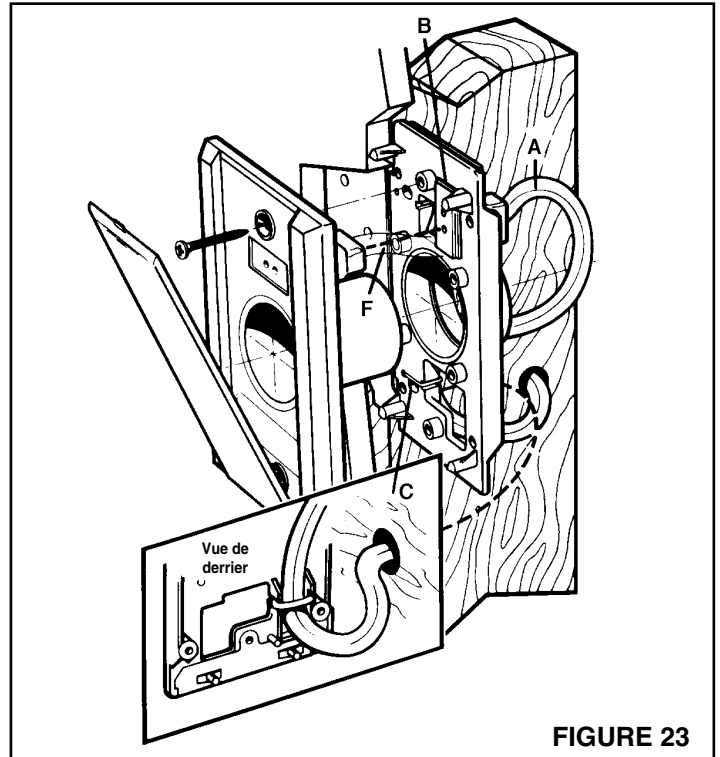
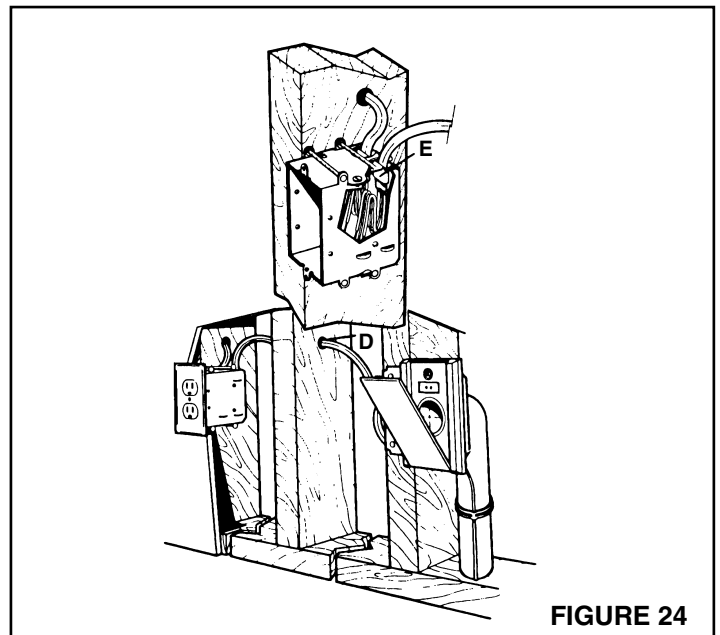

FIGURE 23
FIGURE 24
1. Voyez la figure 23. Attachez la plaque de montage à un montant à une distance maximum de trois montants (1,22 m) d'un coffret de sortie électrique. Mesurez et marquez le câble à 25,4 cm de la prise (A). Avancez le câble à travers le trou du haut de la plaque de montage juste au-dessus de l'ouverture circulaire. Enclenchez la prise moulée dans la plaque de montage comme illustré (B). Ceci le fixera en place et en sûreté durant le montage des cloisons et les finitions. Alignez le câble sur la marque de 25,4 cm auparavant mesurée avec le réducteur de tension situé à l'arrière de la plaque de montage. Fixez-le avec le lien fourni (C).
2. Faites passer le câble de la prise jusqu'au coffret électrique adjacent. Si vous devez faire passer le câble à travers le montant, percez un trou directement à travers le centre du montant (D).
3. Voyez la figure 24. Placez les bouts exposés des deux câbles dans le coffret électrique à travers le réducteur de tension(E). Serrez le réducteur de tension (ne le serrez pas trop) sur la gaine blanche laissant 1,27 cm de cette gaine exposé à l'intérieur du coffret.